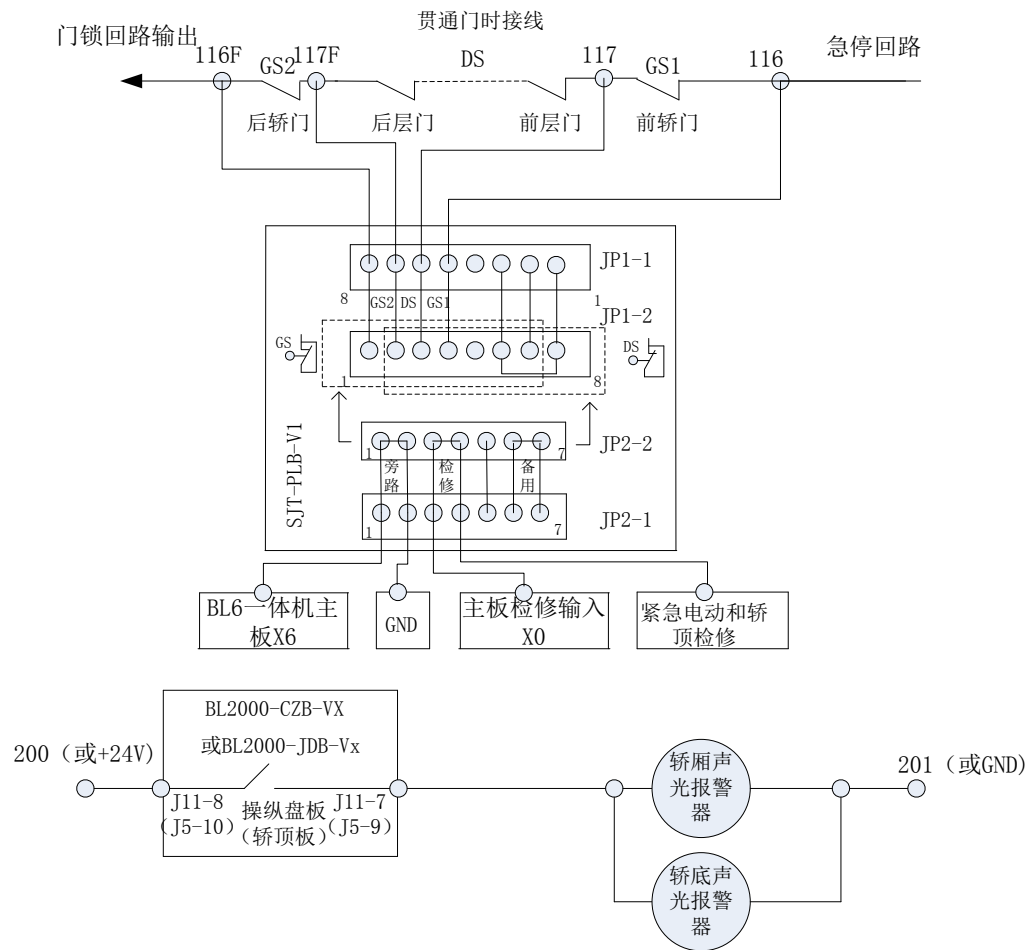
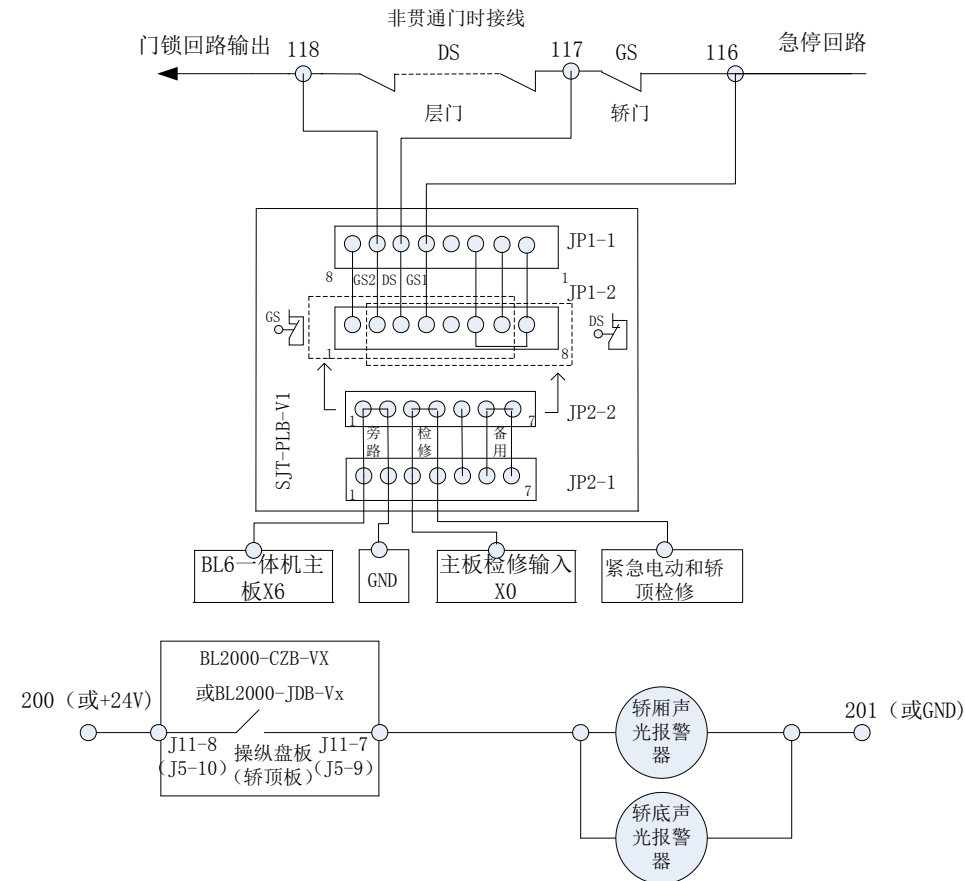

图 F12.6 BL6 串行一体机贯通门旁路方案
图 F12.7 BL6 串行一体机非贯通门旁路方案
- 1、使用 SJT-PLB-V1 专用旁路电路板，如图 F12.6 及图 F12.7，使用 7 针的 JP2-2 和 8 针的 JP1-2 插件配合一个 7 针的插头（出厂自带）实现旁路操作；